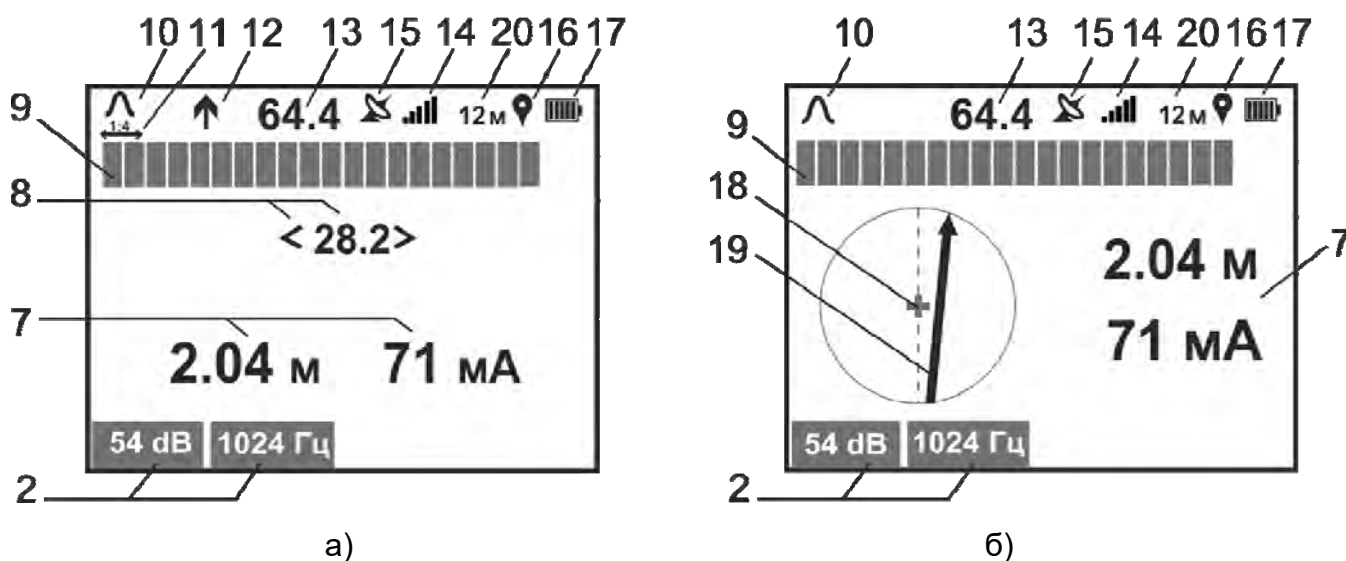

Рисунок 3.2 – Индикация приемника в режиме «ТРАССА»
- «ТРАССА» – для поиска коммуникаций с одновременным определением глубины её залегания, величины протекающего по ней тока рабочей частоты (рисунок 3.2.а). Дополнительно при включенной функции «КОМПАС», отображается положение и направление коммуникации относительно приемника (рисунок 3.2.б).
*Примечание. Индикация значения уровня входного сигнала в «дБ» при поиске по «максимуму» и «минимуму» (соответственно поз. 13 и 8 на рис. 3.2) при перегрузке соответствующих им входных каналов меняет свой цвет на красный.*
При включенной опции «растяжка шкалы «максимум» 1:4» цена деления уменьшается в четыре раза, тем самым увеличивая разрешающую способность шкалы. При этом на экране отображается символ «» (поз. 11 на рис. 3.2), под шкалой «максимум» появляется желтая полоса, указывающая положение окна растяжки относительно исходной (нерастянутой) шкалы.
Коммуникация схематически отображается в виде линии – указателя положения коммуникации (поз. 19 рис. 3.2 и 3.3). Одновременно с этим в режиме «ТРАССА» на индикаторе отображаются шкала «максимум» и уровень входного сигнала, в режиме «ТРАССА-ДАТЧИК» отображаются шкала и уровень входного сигнала по входу «ДАТЧИК», а также его относительная полярность.
По мере продвижения по трассе ориентируйте приемник относительно коммуникации таким образом, чтобы на экране указатель положения коммуникации (поз. 19 рис. 3.2) совпадал с осью приемника (поз. 18 рис. 3.2).